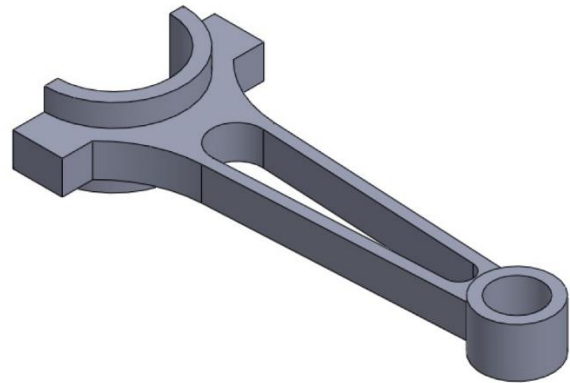

Рисунок 5.43 – Модель після видавлювання всіх контурів ескізу
- г) Виберіть наступні контури та видавіть їх на необхідну відстань (рис. 5.43).